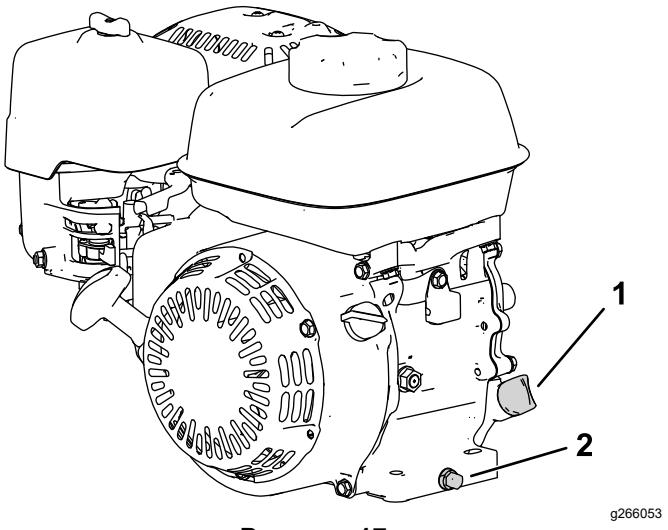

Рисунок 17
2. Установите машину так, чтобы двигатель располагался горизонтально, и очистите область вокруг маслозаливной горловины (Рисунок 17).
3. Снимите сливную пробку (Рисунок 17).